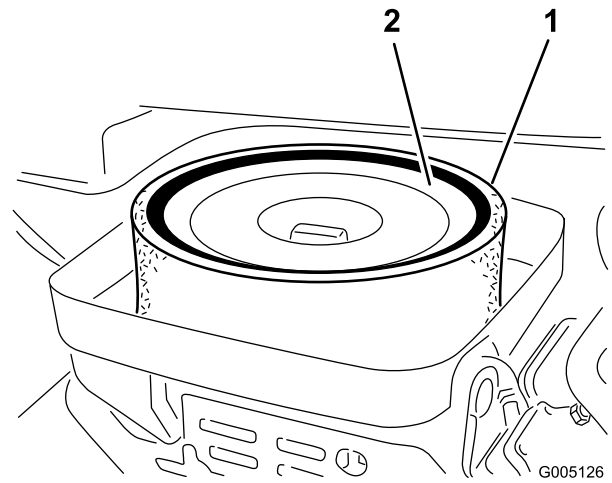

図 48
3. スポンジ（図 48）を点検し、汚れていればペーパーエレメントから外す。以下の要領で丁寧に清掃してください：